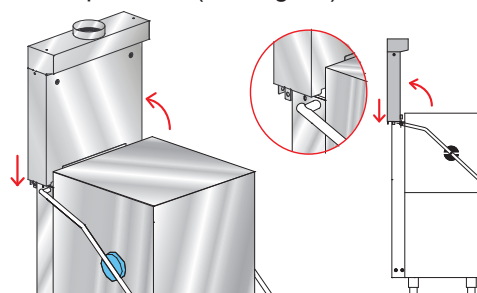

Fig. 11
- Positionner le récupérateur dans le sens vertical au-dessus de la structure du panneau (voir Fig. 11).